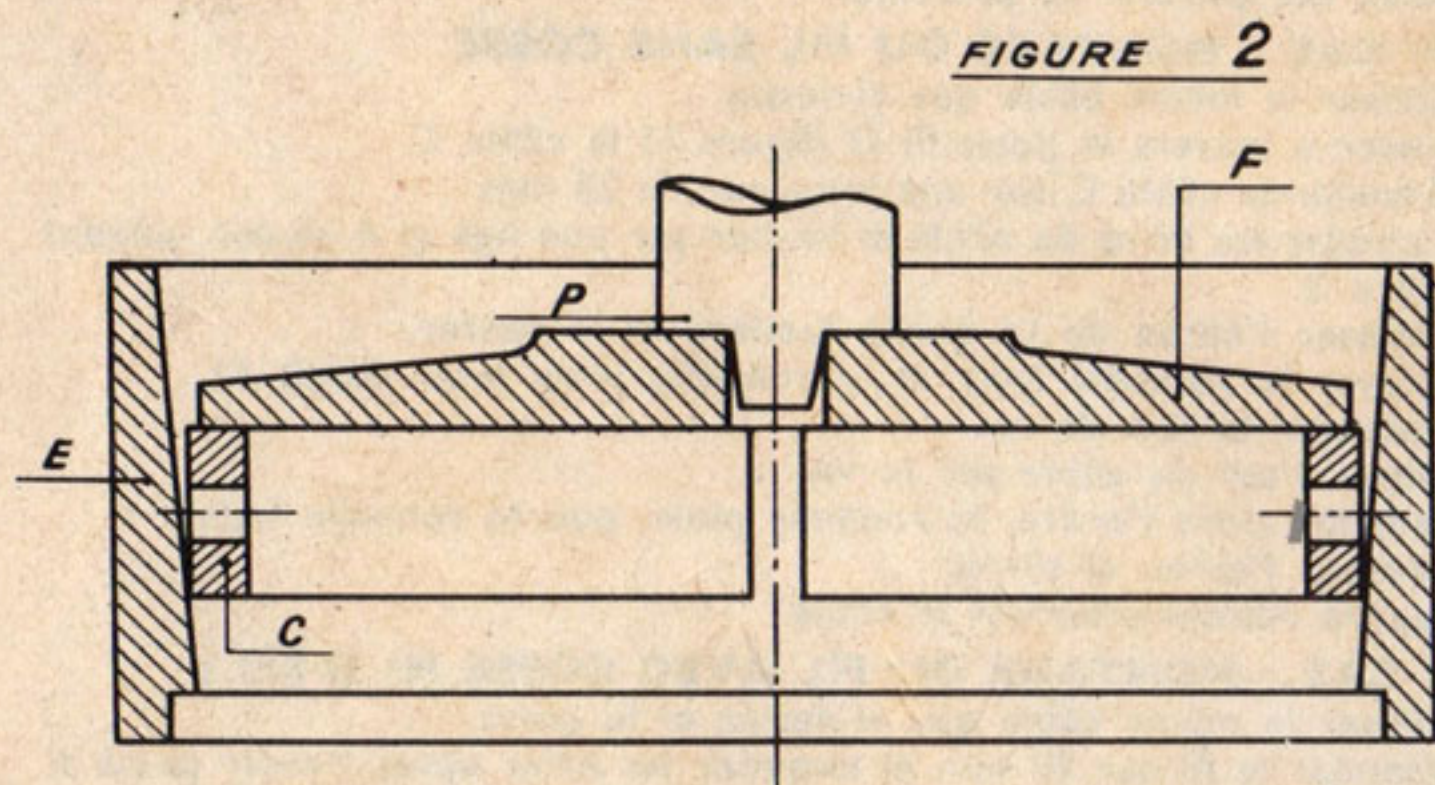

FIGURE 2
- Utiliser l'outillage A B G N° 56. Introduire l'anneau C dans le tube conique E. Placer sur l'anneau la plaque à 3 branches F et enfoncer l'anneau à fond soit sous une petite presse, soit sous une perceuse ou même à l'aide d'un maillet (voir figure 2).